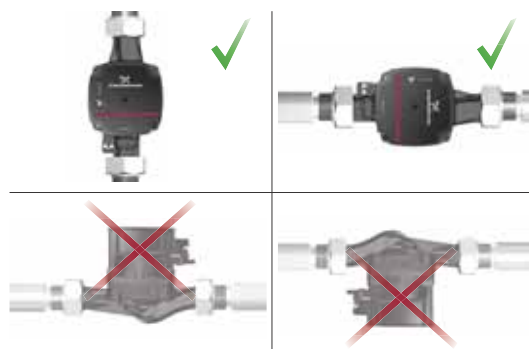

Fig. 4 Pozițiile pompei
Instalați întotdeauna pompa cu arborele motorului orizontal. Nu instalați pompa cu arborele motorului vertical. Vezi fig. 4, rândul de jos.
- Pompa instalată corect într-o conductă verticală. Vezi fig. 4, rândul de sus, stânga.
- Pompa instalată corect într-o conductă orizontală. Vezi fig. 4, rândul de sus, dreapta.